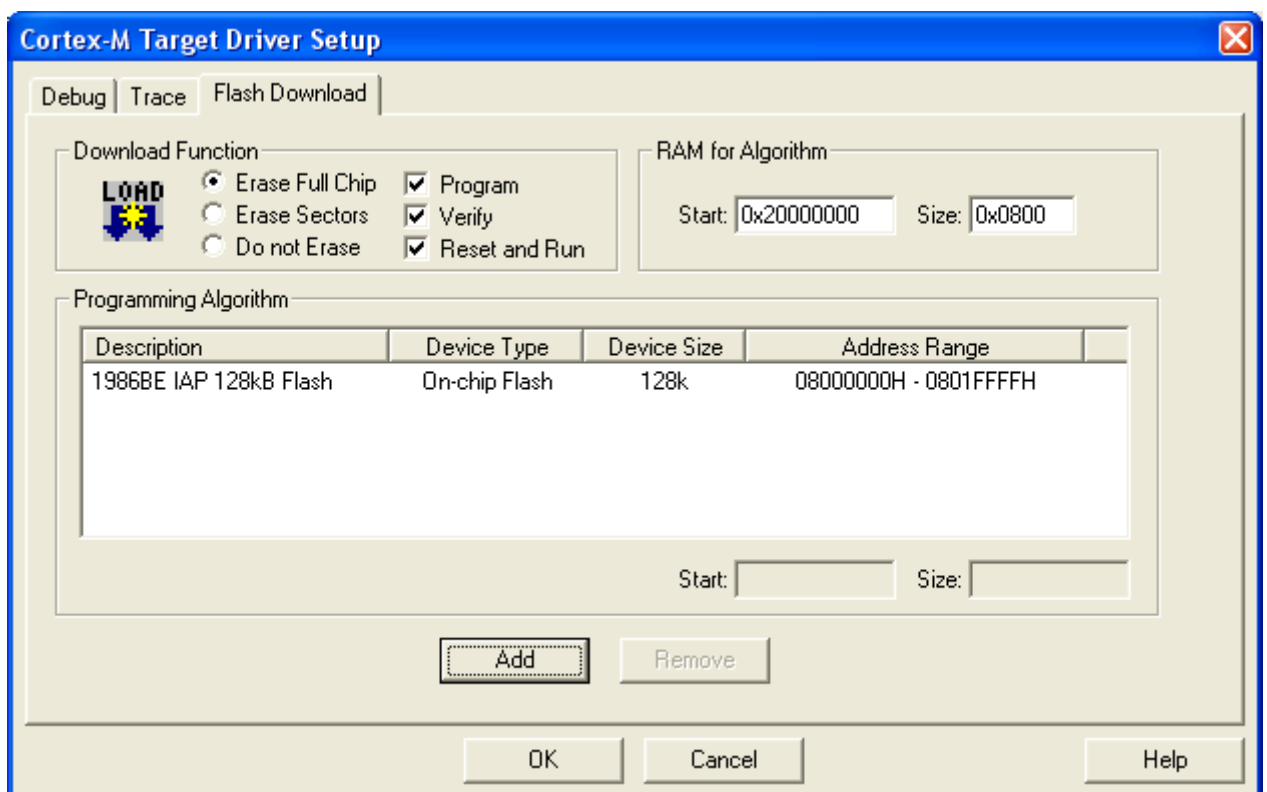

Рис. 7
3.6. После добавления драйвера загрузчика в Keil uVision, он отражается в окне Programming Algorithm. В строке ввода RAM for Algorithm Size установите значение 0x0800 (рис. 7). Для закрытия окна нажмите кнопку ОК.